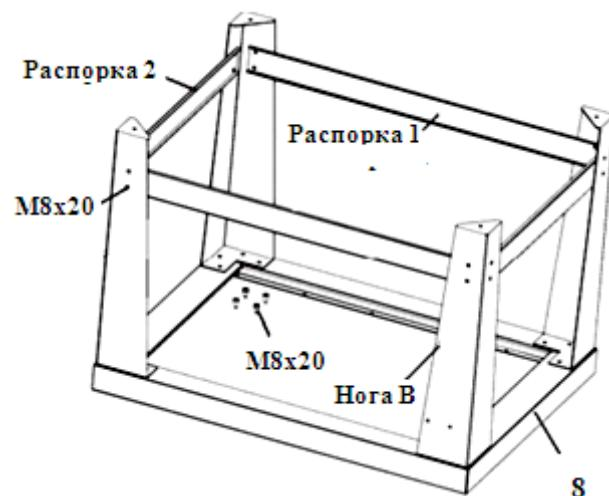

Рис. 7. Сборка основания.
3.	Положите раму (8) как показано на Рис.7. Используя болты M8x20 (с плоскими и пружинными шайбами), смонтируйте ноги А (18) – (3 шт.) и ногу В (10). Положение ноги В должно точно соответствовать Рис. 7. В собранной камере эта нога должна быть передней и слева от оператора.
4. Используя болты M8x20 (с плоскими и пружинными шайбами), смонтируйте распорки 1,2 как показано на Рис. 7.